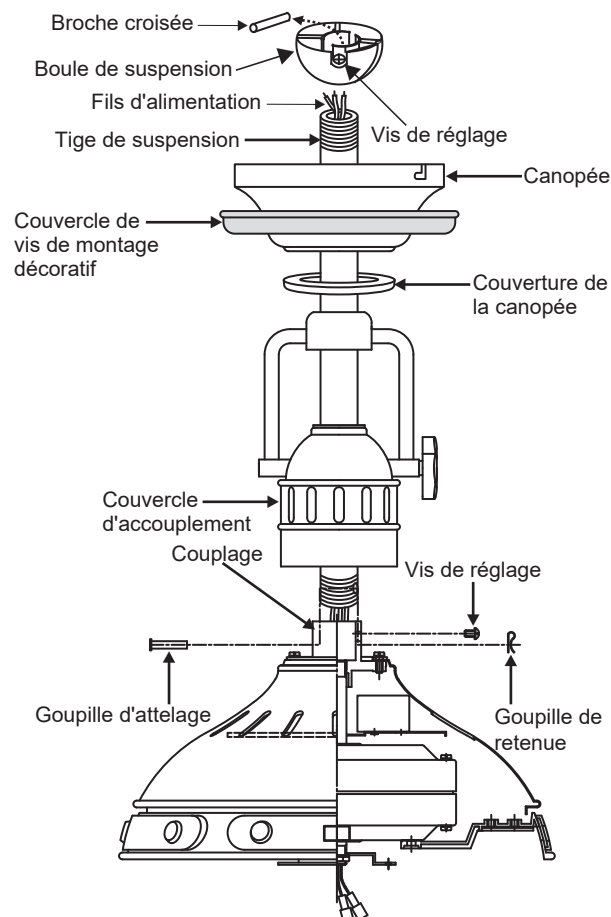

Fig. 7
Étape 1. Retirez la boule de suspension de l'assemblage de la tige descendante en desserrant la vis de réglage, en retirant la goupille transversale et en faisant glisser la boule de la tige. (Fig. 7)
Étape 2. Desserrez les deux vis de réglage et retirez la goupille d'attelage et le clip de fixation de l'accouplement situé au-dessus de l'ensemble du moteur. (Fig. 7)
Étape 3. Faites passer avec précaution les câbles électriques du ventilateur à travers la tige descendante. Vissez la tige dans l'accouplement jusqu'à ce que les trous des goupilles d'attelage soient alignés. Ensuite, replacez la goupille d'attelage et le clip de retenue. Serrer les deux vis de pression. (Fig. 7)
Étape 4. Glissez le couvercle d'accouplement, le couvercle d'auvent, le couvercle de vis de montage décoratif et l'auvent sur la tige de descente. Enfilez la boule de suspension sur la tige, insérez la goupille transversale dans la tige et serrez. Serrez maintenant la vis de pression. (Fig. 7)